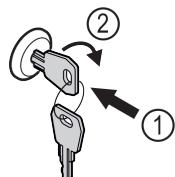

Fig. 87 Ilustrační zobrazení
- Klíč zasuňte dovnitř Fig. 87 (1).
- Otáčejte klíčem o 90° ve směru hodinových ručiček Fig. 87 (2).